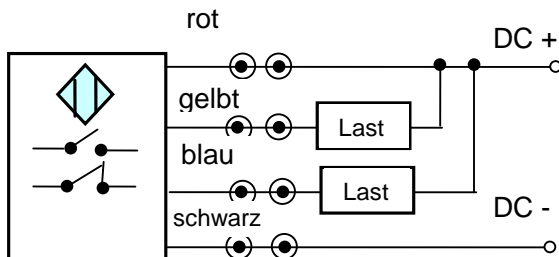

Bild. 3
*2: Option: Lastverbindung nach Bild. 3